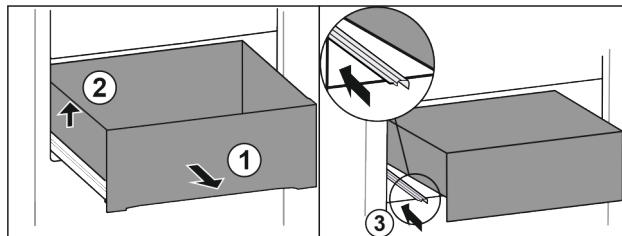

Fig. 113
- ▶ Vytáhněte zásuvku až na doraz. Fig. 113 (1)
- ▶ Nadzvedněte zásuvku vlevo. Fig. 113 (2)
- ▶ Zasuňte levou kolejničku. Fig. 113 (3)